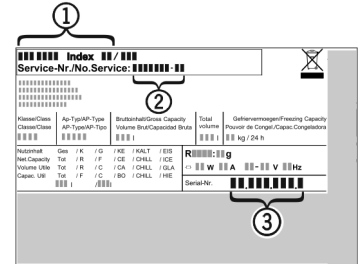

Fig. 11
- ▶ Laitteen nimitys *Fig. 11 (1)*, service-n:o *Fig. 11 (2)* ja sarja-n:o *Fig. 11 (3)* löytyvät tyypikilvestä Tyypikilpi sijaitsee vasemmalla sisäpuolella.
- ▶ Ilmoita asiakaspalveluun vika, laitteen nimi *Fig. 11 (1)*, service-n:o *Fig. 11 (2)* ja sarja-n:o *Fig. 11 (3)*.